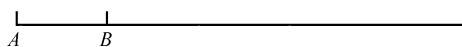
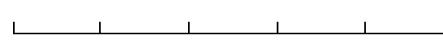

图 3-4 定距等分对象的原始图形
图 3-5 定距等分对象
【例 3-2】 在图 3-4 所示的原始图形中按 AB 的长度定距等分直线，效果如图 3-5 所示。
- 4) 在命令行的【指定线段长度或 [块 (B)] :】提示下，分别拾取点 A 和点 B，效果如图 3-5 所示。